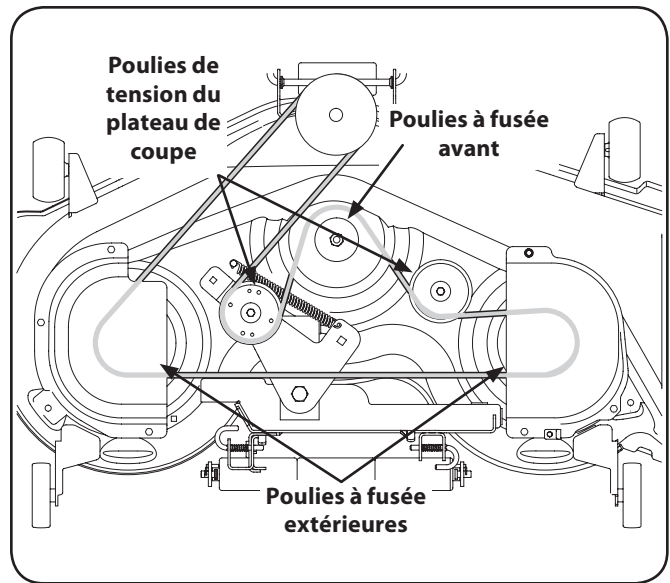

Figure 7-8
4. Pour installer la courroie neuve, commencez par la placer sur les deux poulies à fusée extérieures, puis sur la poulie à fusée avant, comme à la Figure 7-8.
5. Faites ensuite passer la courroie sur les deux poulies de tension du plateau de coupe, comme à la Figure 7-8.